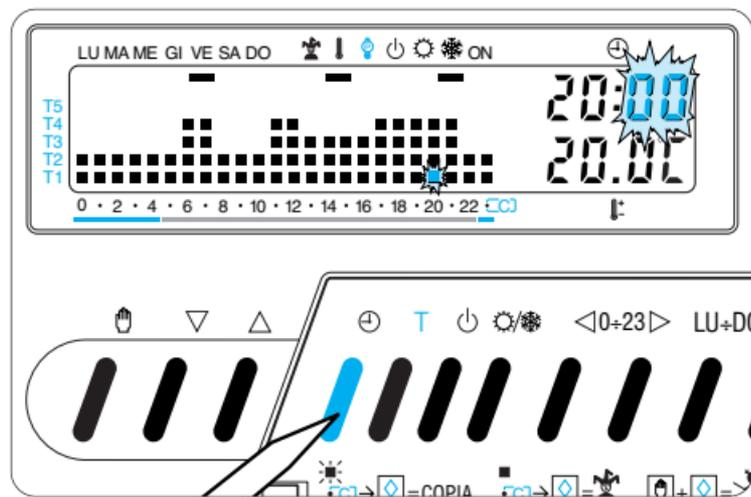

Fig. 18
**5.1** - Premere il pulsante ⌚ (fig. 18).